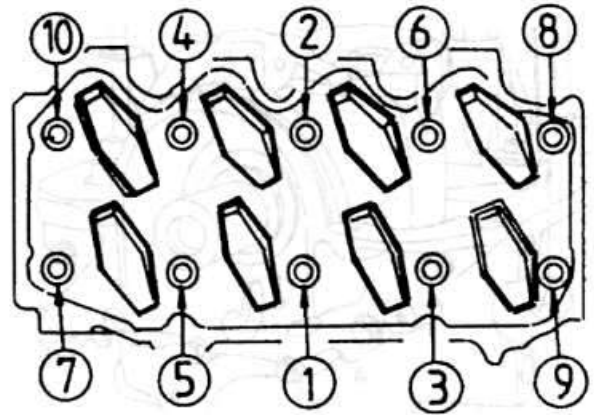

Рис. 2.22
- ♦ Снимите головку блока. Болты отвинтите по рис. 2.22.